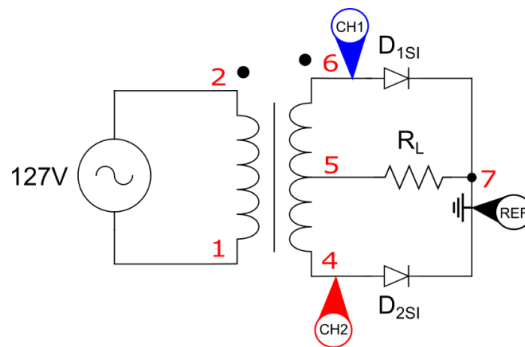

Figura 5: Circuito 1 - retificador de onda completa: medida das tensões dos diodos.
- 4.8. Mude a referência dos dois canais e o canal 2 do osciloscópio como mostrado na Figura 5. Meça V_{67} e V_{47} , reporte na Tabela 4. Faça o print da tela.